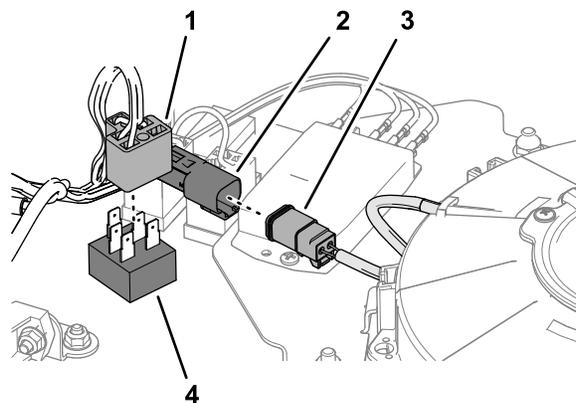

Bild 10
4. Stecken Sie den 5-Stift-Stecker des Ventilatorschalters in den 5-Buchsen-Stecker des Kitkabelbaums (Bild 10).
5. Stecken Sie den 2-Stift-Stecker des Kitkabelbaums in den 2-Buchsen-Stecker des Kühlventilator-Kabelbaums (Bild 10).